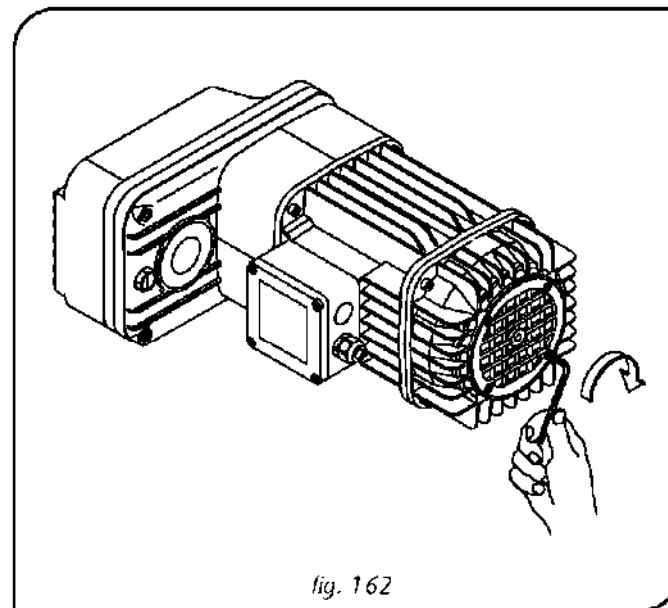

fig. 162
3. Wykonać testy ruchu i hamowania i jeśli to konieczne powtórzyć czynności opisane powyżej aż do uzyskania pożądanego momentu hamowania, następnie założyć siatkę wentylacyjną i wkręt z łbem z sześciokątnym gniazdem (rys. 162).